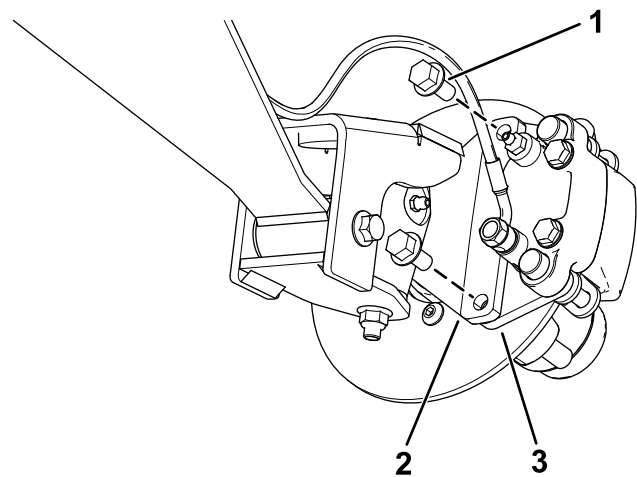
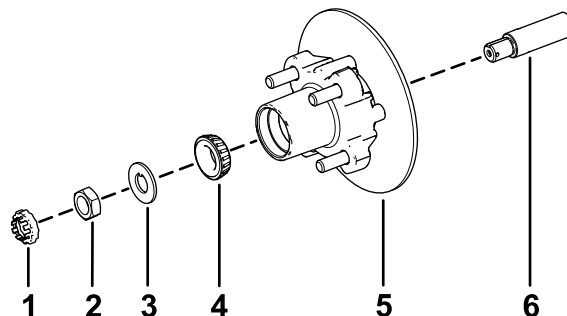

図 28
図 32
3. ブレーキアセンブリ用のブラケットをスピンドルに固定しているフランジヘッドボルト $\frac{3}{8}$ " x $\frac{3}{4}$ "を外してスピンドルからブレーキを取り外す 図 28。
1. スピンドルに所定のグリスを薄く塗る 図 32。
2. ハブとロータをスピンドルに取り付ける。ロータを内側にすること 図 32。
3. スピンドルに外側ベアリングを取り付けてレースにはめる 図 32。
4. スピンドルにタブワッシャを取り付ける 図 32。
5. スピンドルにスピンドルナットを取り付け、ハブを回してベアリングを着座させながらナットを 15 N·m 1.52 kg·m = 11 ft·lb に締めつける 図 32。
2. ブレーキパッドをロータのそれぞれの側に合わせ 図 28、キャリパブラケットの穴と、スピンドルフレームのブレーキ取り付け部の穴を整列させる 図 32。
3. キャリパブラケットをスピンドルフレームに固定する 図 28 フランジヘッドボルト $\frac{3}{8}$ " x $\frac{3}{4}$ " 2本を使用する。